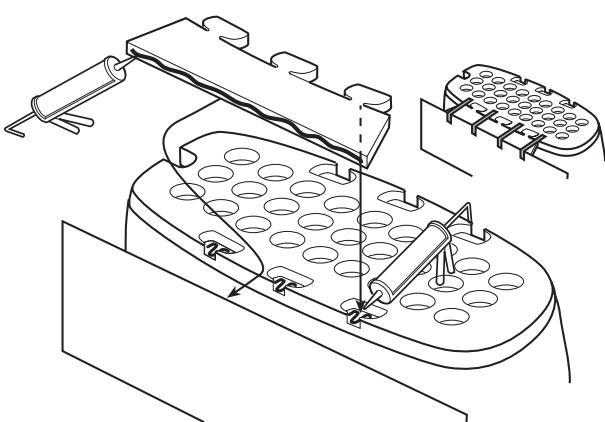

Figura 1
2. Las vigas de las paredes deben estar ubicadas como se muestra en la figura 1 y deben estar a escuadra. Es importante que las vigas estén ubicadas como se indica (\*) para poder fijar el ala de cada lado de los bordes de la bañera. Las demás vigas deberán estar ubicadas de acuerdo con las normas locales de construcción.
Construya una pared de vigas de 2 x 6 para el extremo con las cañerías. Coloque tiras de recubrimiento en las paredes de mampostería en los mismos lugares que las vigas de la figura 1.
Coloque el soporte del frente en la parte inferior de la bañera (Figura 1). Fíjelo en su lugar con cinta adhesiva hasta que el pegamento se seque.
Si va a instalar una puerta de bañera, debe instalar una placa de soporte (vea el tamaño en la Figura 1) en la parte de atrás de las paredes de los costados. Coloque una capa de adhesivo en el interior de cada pared lateral y fije las placas (Figura 1) haciendo que lleguen hasta la parte de arriba del hueco.